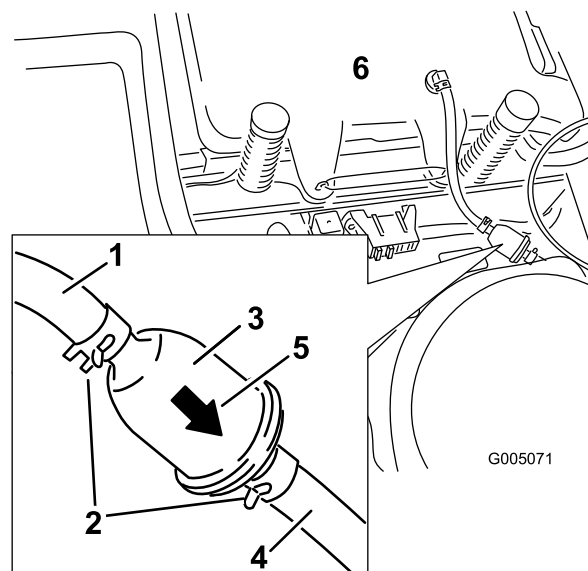

Figura 38
4. Premete le estremità delle fascette stringitubo ed allontanatele dal filtro (Figura 38).
6. Montate un nuovo filtro con la freccia della direzione del flusso proveniente dal serbatoio del carburante e rivolta verso il motore. Spostate le fascette stringitubo in prossimità del filtro (Figura 38) per bloccarlo.